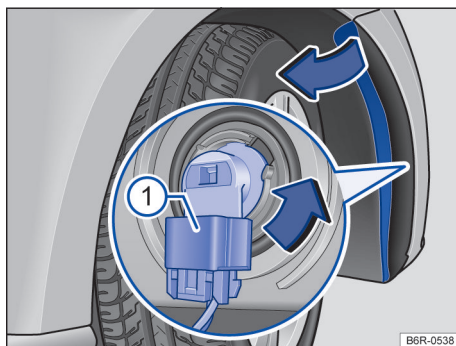

Fig. 112 Substituir a lâmpada incandescente do farol.
6. Retirar o conector de alimentação da lâmpada → Fig. 112 (1), pressionar, ao mesmo tempo, a trava de fixação do conector.
7. Girar o soquete da lâmpada → Fig. 112, no sentido anti-horário da seta até o batente, e des-sencaixá-lo do alojamento.
12. Encaixar o conector de alimentação → Fig. 112 (1) no soquete da lâmpada. O conector precisa encaixar audivelmente.